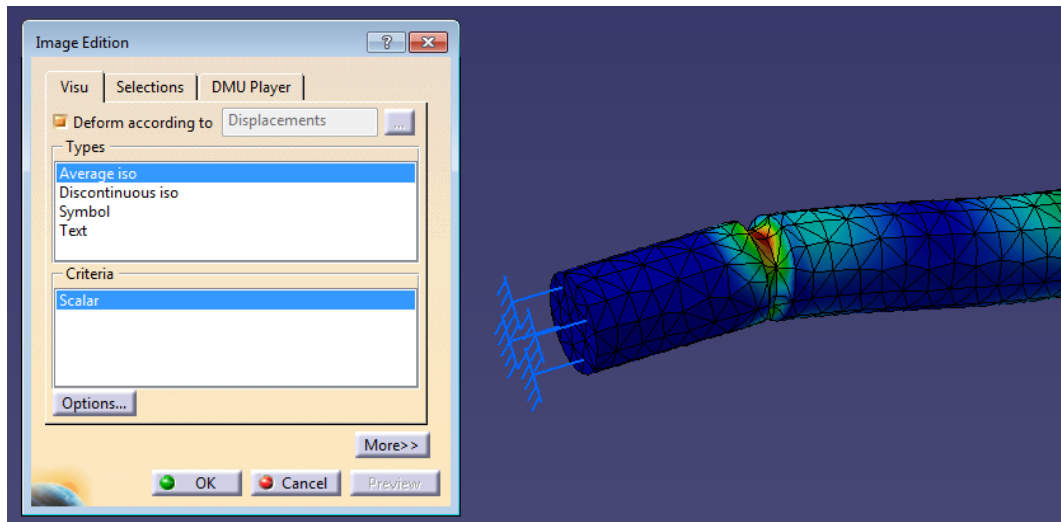

Figura 45 Configuración de imagen 2
- Average iso: la distribución de colores es la estándar de CATIA, alisa la curvatura de las frecuencias del histograma además de matizar el color de la malla nodal, como en la *Figura 45*.